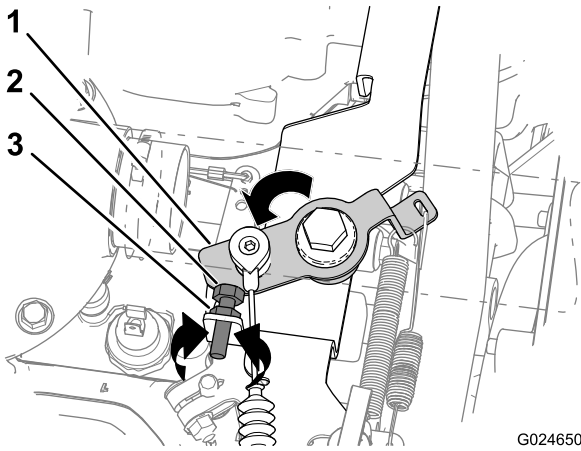
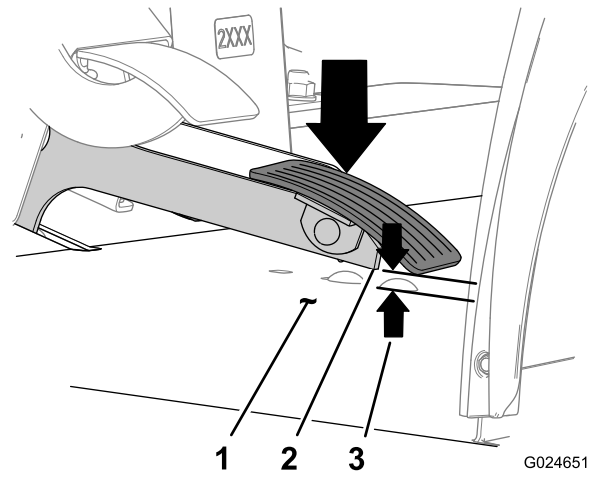

Figura 40
Figura 41
- Mueva la palanca acodada del acelerador contra el tope de ralentí alto (Figura 40).
- A. Afloje la contratuerca que sujeta el tope de ralentí alto (Figura 40).
- En sentido horario para reducir la velocidad del motor (Figura 40).
- En sentido antihorario para aumentar la velocidad del motor (Figura 40).
- C. Apriete la contratuerca (Figura 40).
- D. Mueva la palanca acodada contra el tope de ralentí rápido (Figura 40).
3. Si la distancia entre el pedal del acelerador y el suelo (Figura 41) es superior o inferior a 6,35 mm, haga lo siguiente, sujetando la palanca acodada contra el tope de ralentí alto (Figura 40).
1. Mueva la palanca acodada contra el tope de ralentí alto y sujétela contra el tope (Figura 40).
2. Mida la distancia entre el pedal del acelerador y el suelo, debajo del pedal (Figura 41).